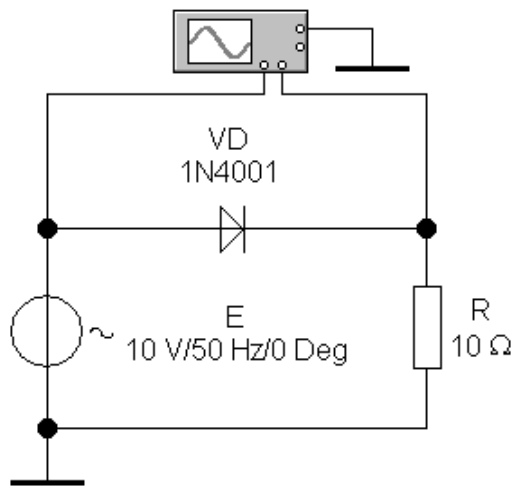

Рисунок 4 – Схема для дослідження електричного кола з випрямним діодом
- 2.4 В меню обрати схему (рис. 4) і встановити опір резистора  $R$  і напругу джерела живлення  $E$  відповідно варіанту (таблиця 2).